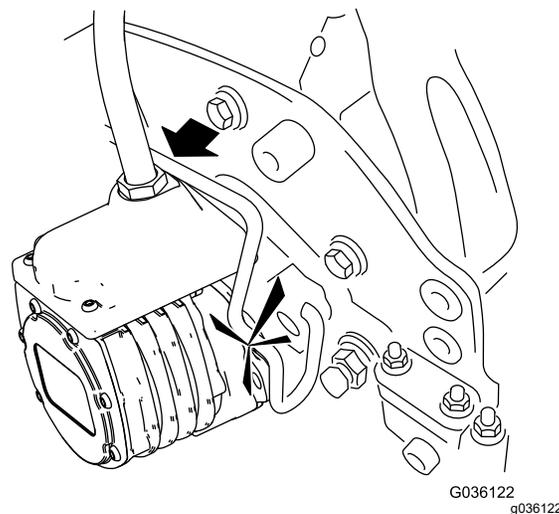

图 55
6. 在滚刀组马达的花键轴上涂抹干净的润滑脂图 55。
7. 将马达插入滚刀组左侧从操作员的位置看并将滚刀组上的马达固定架拉向马达直到听见马达两侧发出“咔哒”的声音图 55。